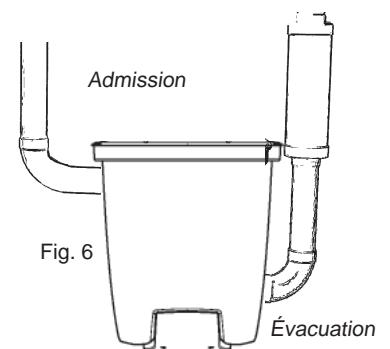

Fig. 6
5. Placez le bouchon d'étanchéité dans l'orifice préalablement occupé par la prise pour tuyau d'aspiration. Utilisez les quatre vis pour le maintenir en place. Le tuyau d'évacuation doit être fermement fixé au mur pour s'assurer qu'il ne se désolidarise pas de la prise. N'oubliez pas que vous devrez pouvoir tourner le tuyau coudé dans différentes directions pour assurer une disposition adéquate des tuyaux. Branchez ensuite le tuyau d'évacuation et le silencieux, fig. 6. Placez l'aspirateur de sorte que le tuyau d'évacuation soit le plus court possible. Sa longueur ne doit pas excéder 5 mètres. Tenez compte de l'environnement lorsque vous décidez de l'emplacement du tuyau d'évacuation. C'est pourquoi vous devriez toujours utiliser un silencieux.